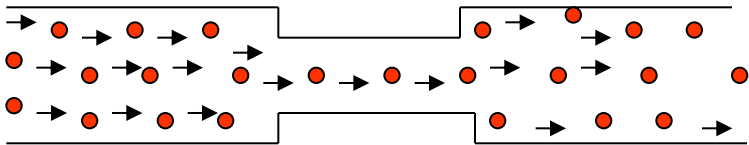

Fig 18
- Plus la section du conducteur est petite, plus la résistance au passage des électrons sera grande (fig.18)